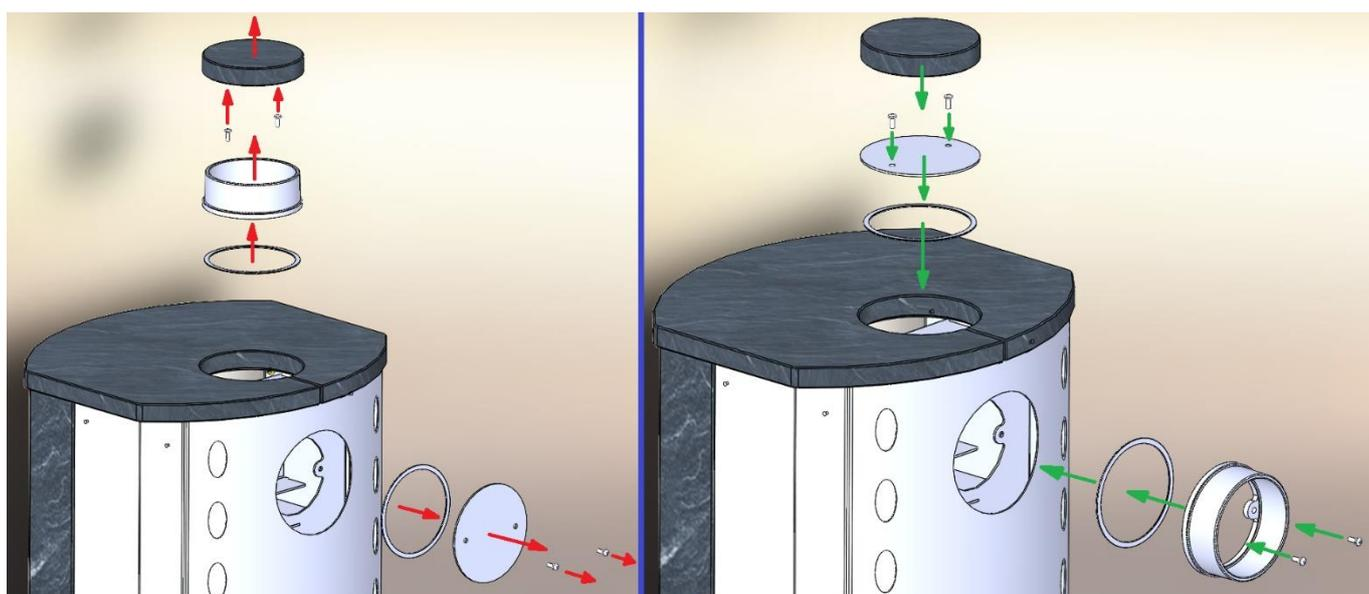

Abbildung 2 Montage und Demontage des Rauchrohranschlusses und des Rauchrohrdeckels
3. Abbildung 2 Montage und Demontage des Rauchrohranschlusses und des Rauchrohrdeckels	Seite 5